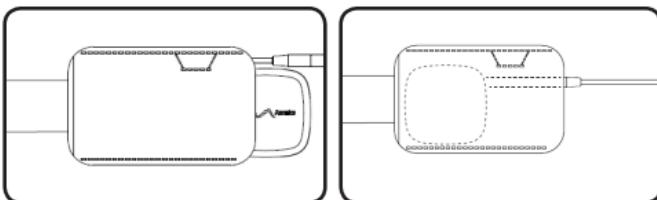

Figura 5: Inserte el EP en la bolsa del cinturón.
2. Deslice el EP en la bolsa del cinturón. Enrolle la extensión del EP alrededor de este (**Figura 5**). El EP está totalmente insertado cuando atraviesa el punto estrecho de la bolsa.